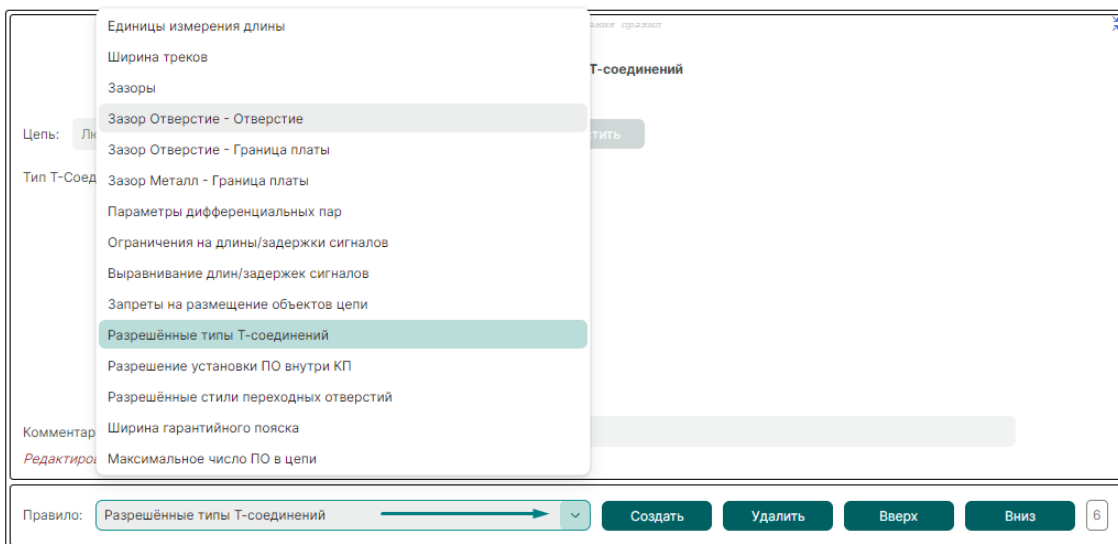

Рис. 11 Выбор тип правила в форме
4. В форме в поле «Правило» из списка выбрать тип правила, см. Рис. 11, при необходимости, ввести комментарий.